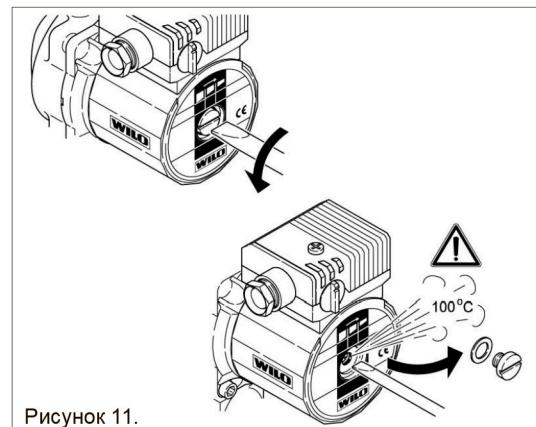

Рисунок 11.
- Медленно откройте отверткой воздушный винт (осторожно - горячая вода!). Удалите воздушный винт полностью. См. Рисунок 11.